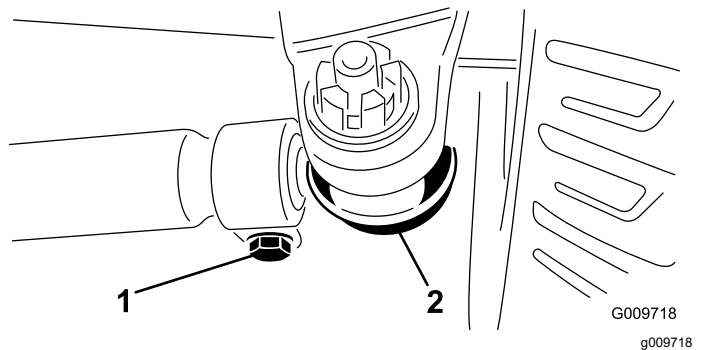

Figura 69
- Per regolare, togliete la coppiglia e il dado da uno dei giunti a sfera del tirante (Figura 69). Togliete il giunto a sfera del tirante dal supporto della scatola del ponte.
- Allentate i fermi su entrambe le estremità dei tiranti (Figura 69).